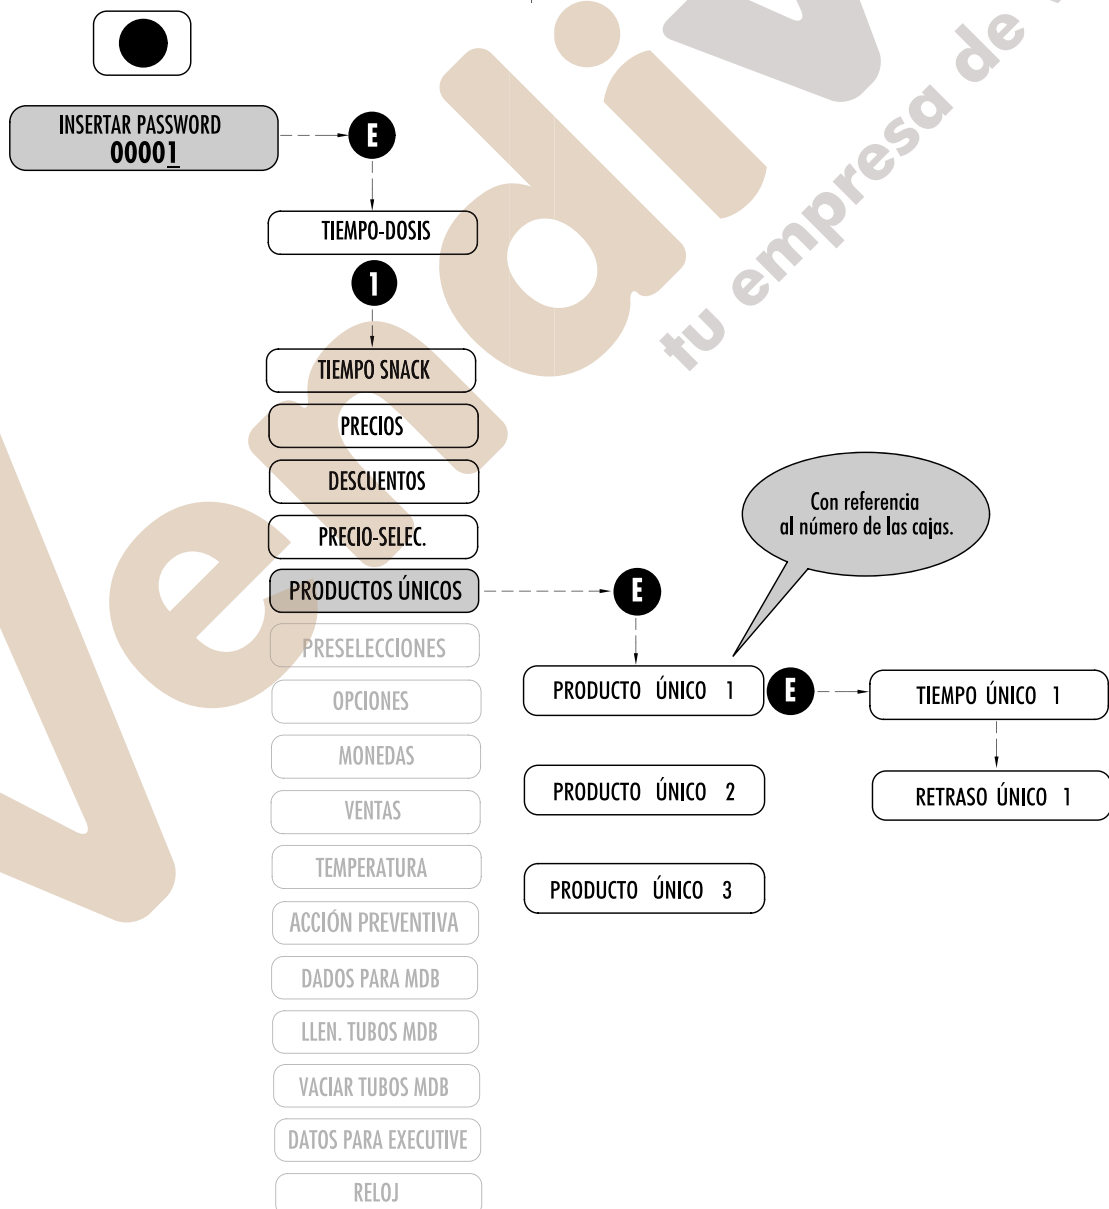

Fig. 7.8
7.2.6 PRODUCTOS ÚNICOS (Fig. 7.8)